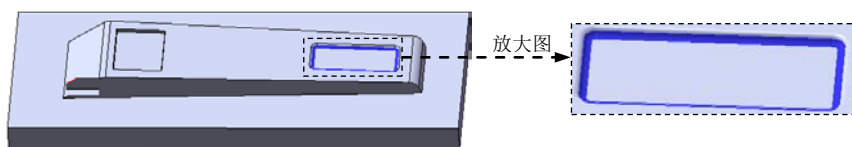

图 12.2.21 圆角 4
Step12. 创建图 12.2.21 所示的圆角 4。
(1) 选择命令。选择下拉菜单 **插入(I)** → **特征(F)** → **圆角(U)...** 命令 (或单击  按钮), 系统弹出“圆角”对话框。